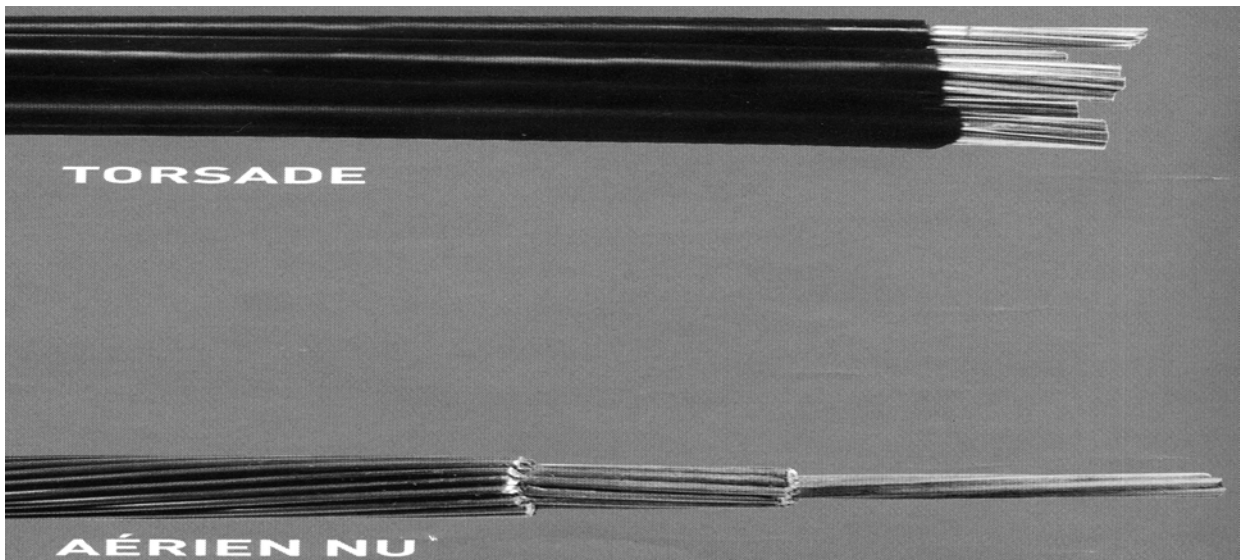

Figure 2.5 – Câbles de transport et de distribution
b) Câbles de transport et de distribution : (voir figure 2.5)